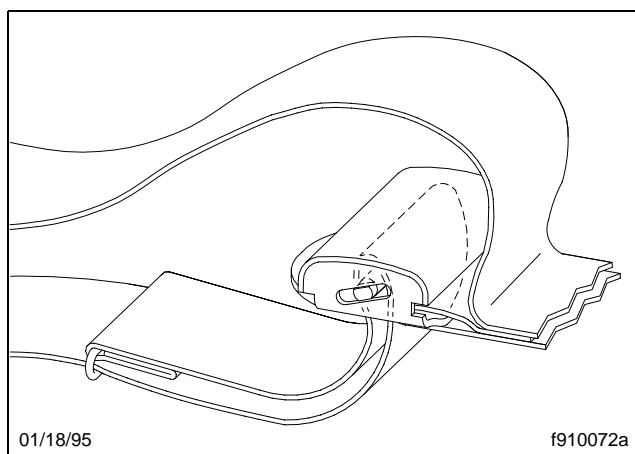

Fig. 5.14, Passage de la sangle d'attache
1. Veillez à ce que la sangle d'attache soit attachée au plancher de la cabine et au cadre du siège. Vérifiez aussi que la sangle passe bien par la boucle, comme l'illustre la **Fig. 5.14**.